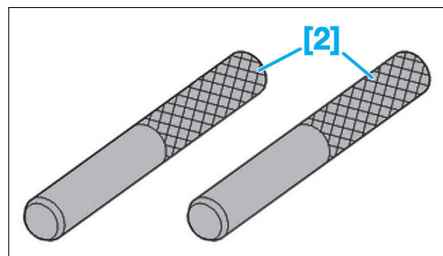

Fig. 71
- [2]. Pige d'assemblage du porte arbre à cames (réf : 0194-N) (Fig.71).